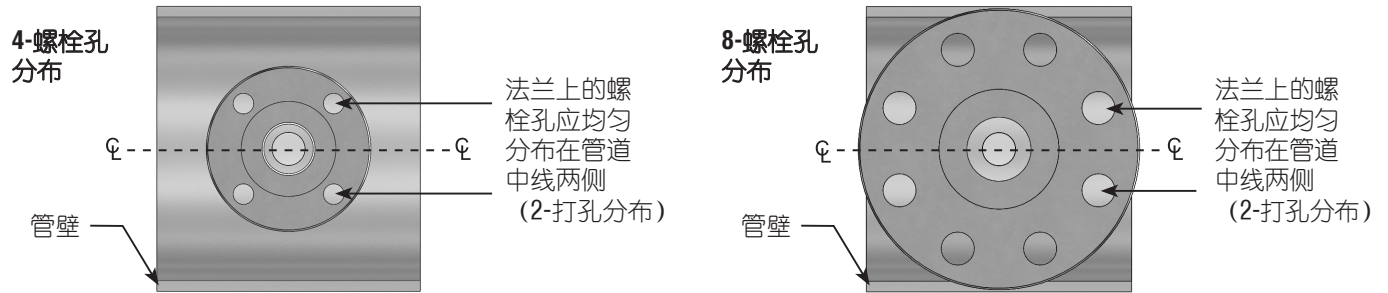

图 4. 法兰方向
- 标记出要安装威力巴®探头的位置。将下法兰座放在标记中心上。确保正确的焊接缝隙（通常为 1.5mm [1/16" ]），通过点焊将下法兰座固定到位。注意图 4 所示的法兰方向。法兰上的螺栓孔应均匀分布在管道中线两侧（2-打孔分布）。根据适用的焊接工艺，完成下法兰座与管道的焊接。